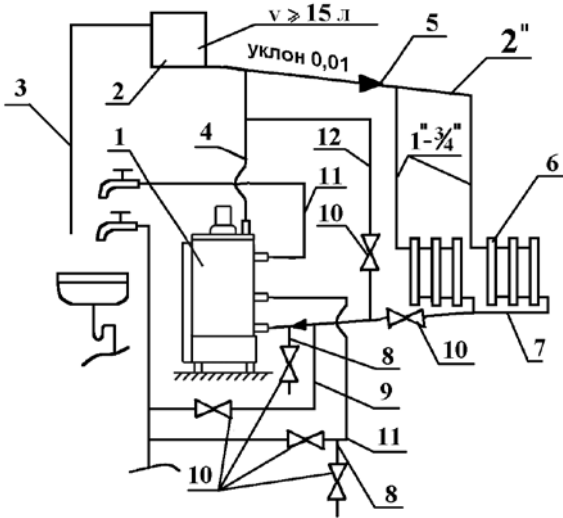

Рис.6 Схема системы отопления и горячего водоснабжения.
6.13. Заполните систему отопления водой. Контроль заполнения системы отопления осуществляется по трубе сигнальной 3 (Рис.6). Категорически запрещается установка запорной арматуры на стояке, идущем от аппарата. В целях исключения нарушения прочности и плотности аппарата при заполнении и подпитке системы отопления не допускать превышения давления перед аппаратом более 150 кПа (1,5 кг/см²).
6.22. При длительном отборе горячей воды рекомендуем: для повышения температуры и объема горячей воды предварительно установить ручку управления 1 (Рис.2) на температуру $80^{\circ}\text{C} \div 85^{\circ}\text{C}$ и закрыть вентиль 10 (Рис.6) на магистрали обратной воды 7 в системе отопления. После окончания забора горячей воды открыть вентиль 10 (Рис.6) на магистрали обратной воды 7 для восстановления циркуляции воды в системе отопления и установить ручку управления 1 (Рис.2) на требуемую температуру.
6.23. На летний период закрыть вентиль 10 (Рис. 6) на магистрали обратной воды 7 и открыть вентиль 10 на магистрали 12. На осенне-зимний период вентиль 10 на магистрали 12 закрыть, а вентиль 10 на магистрали 7 открыть.
8.4. В случае прекращения работы аппарата в зимнее время на продолжительный срок (свыше суток) полностью слейте воду из системы отопления и системы горячей водоснабжения через вентили 10 сливных магистралей 8 (Рис.6) во избежание ее замерзания.